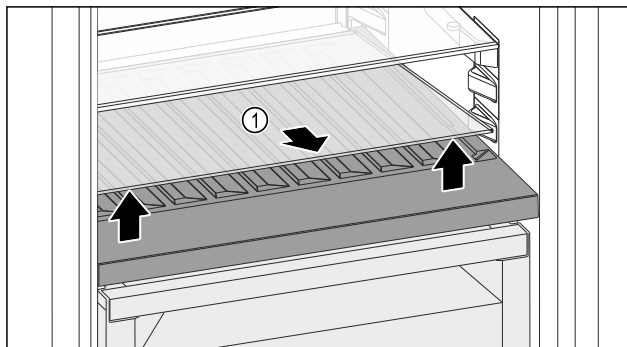

Fig. 156
- Podignite staklenu ploču Fig. 156 (1) na otvoru sprijeda i izvadite je.
- Čuvajte staklenu ploču Fig. 156 (1) na sigurnom izvan uređaja.